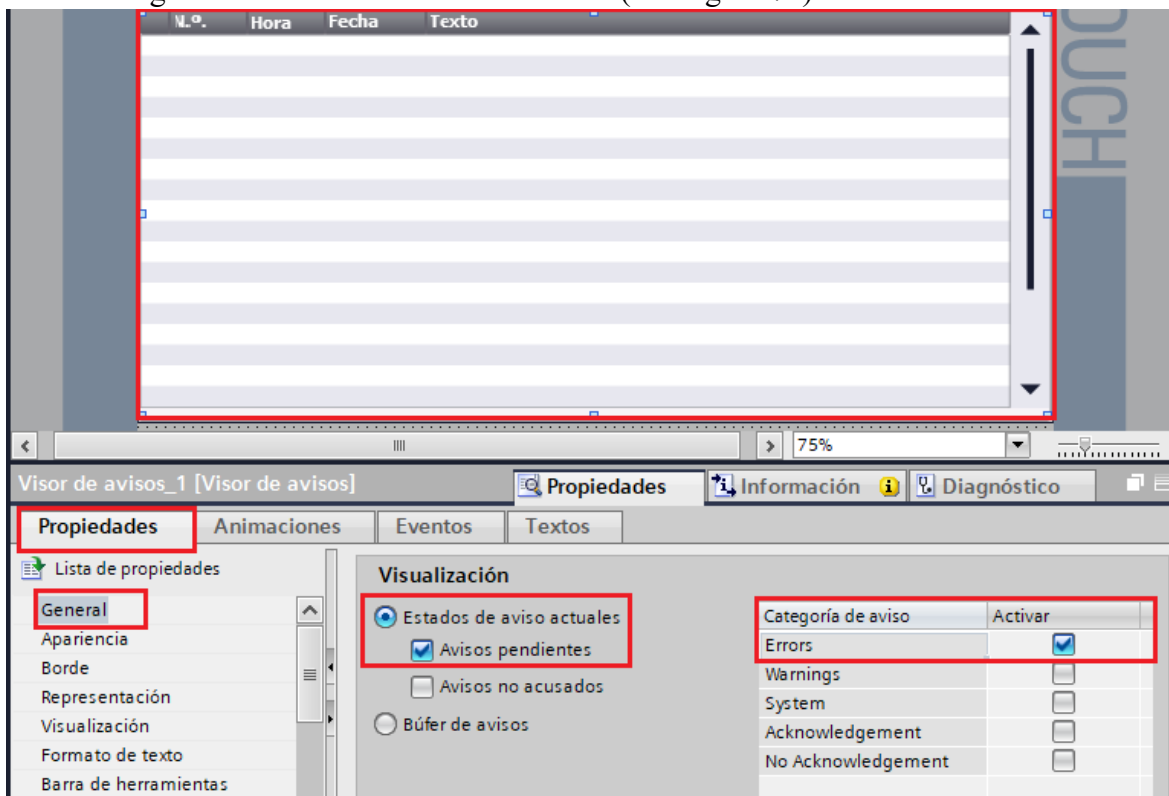

Figura 71. Configuración Visor de aviso
- En “Categoría de aviso” seleccionar “Errors” (ver Figura 71).